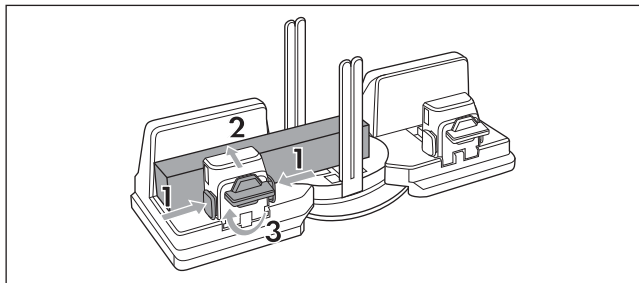

Fig. 6
- ◆ Țineți apăsată butoanele de eliberare ④ și glisați clema de tensionare ② pentru a așeza piesa de prelucrat din lemn.
- ◆ Așezați piesa de prelucrat din lemn între falca de fixare ③ și clema de tensionare ②. Asigurați-vă că piesa de prelucrat din lemn este ghidată pe lângă barele de ghidare ⑦ (a se vedea fig. 6).
- ◆ Țineți apăsată butoanele de eliberare ④ și deplasați clema de tensionare ② spre piesa de prelucrat din lemn. Eliberați butoanele de eliberare ④ când piesa de prelucrat din lemn este prinsă (a se vedea fig. 6).
- ◆ Pentru fixarea piesei de prelucrat, rotiți butonul de reglare ⑤ în sens orar (a se vedea fig. 6).